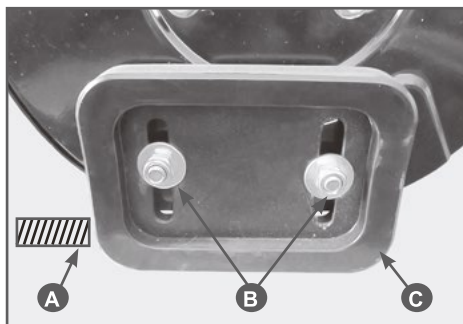

Рис.12 Регулировка высоты забора снега
1. Поместите колодку нужной высоты (А) (равной желаемой высоте от земли) под кожух шнекового механизма Рис.12.
2. Ослабьте гайки крепления салазок (В), Рис.12 и установите салазки (С) на необходимую высоту. Снова затяните гайки.